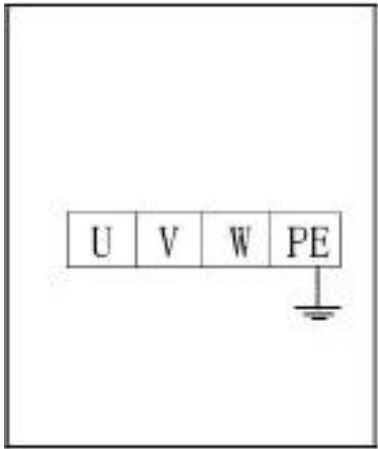

Fig. 10
- Connexion de la ligne électrique : Connectez la ligne électrique triphasée 380V à quatre fils (câble de 5×2,5mm²) aux interfaces U, V, W et N et à la borne d'entrée de l'armoire de commande, et connectez le fil de terre PE d'abord au boulon de terre marqué, puis aux boulons de terre marqués au bas des deux plates-formes (Fig. 10).